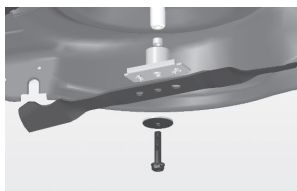

рис.13
8.2 Замена режущего ножа см. рис.13
- открутить фиксирующий болт (рис.13);
- снять использованный нож с фланца (рис.13);